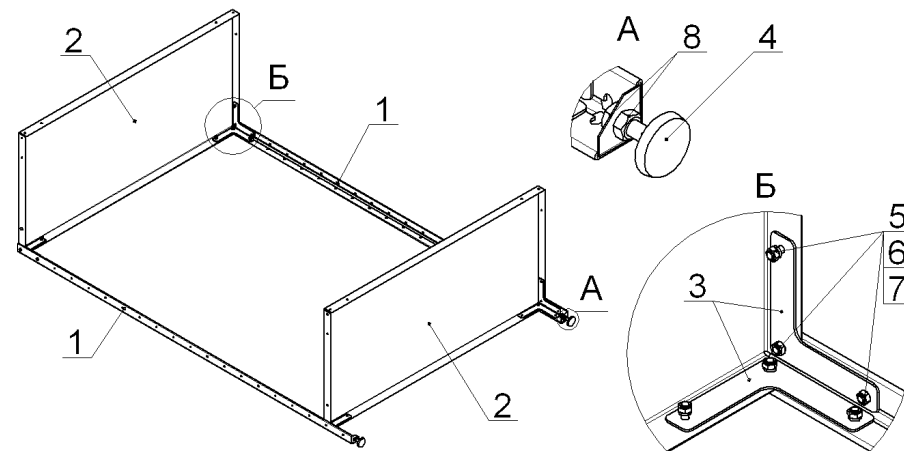

Рис.1
1. Установить на стойки 1 опоры 4 при помощи гаек 8 (рис.1 вид А).
2. Разместить две стойки 1 на горизонтальной поверхности (рис.1).
3. Закрепить на стойках 1 верхнюю и нижнюю полки 2, при помощи угольников 3, болтов, гаек и шайб пружинных (5, 6 и 7). Гайки не затягивать (рис.1 вид Б). Угольники устанавливать с внутренней стороны бортов полок.